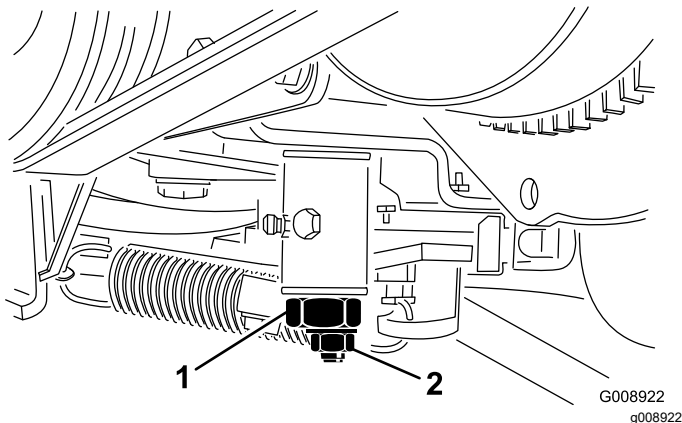

Figura 59
3. Afloje la contratuerca de la leva de ajuste de tracción (Figura 59).